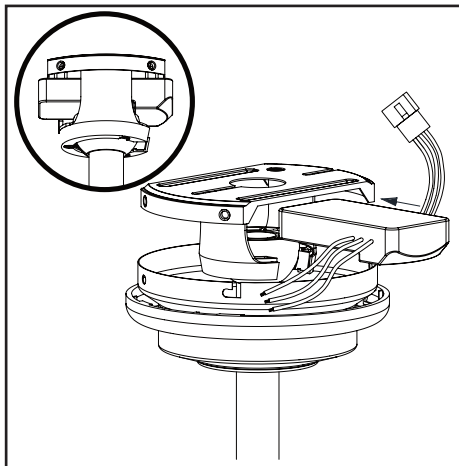

Figura 16
2. Inserta el extremo angosto del receptor (como se muestra: el lado plano hacia el techo) en el soporte de montaje deslizante hasta dejarlo apoyado en la parte superior del conjunto de tubo bajante/esfera. (Figura 16)